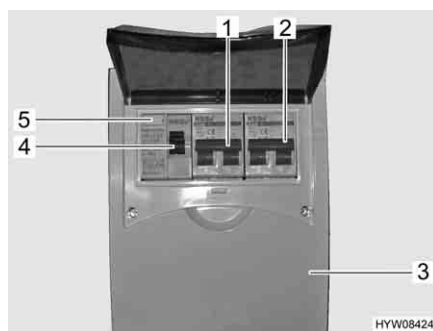

Fig. 128 Scatola dei fusibili a 230 V con interruttore di sicurezza e interruttore automatico FI
Un interruttore di sicurezza per correnti di guasto (interruttore automatico FI) (Fig. 128,5) nella scatola dei fusibili (Fig. 128,3) protegge l'intero veicolo da correnti di guasto (0,03 A).
L'interruttore di sicurezza collegato in serie (10 A) (Fig. 128,1) protegge le prese da 230 V, la centralina elettrica, il caricabatteria supplementare e il frigorifero.
Per veicoli con accessori opzionali, p. es. il riscaldamento ad aria calda con riscaldatore elettrico a immersione o l'impianto di climatizzazione a tetto, un ulteriore interruttore di sicurezza (16 A) (Fig. 128,2) protegge l'apparecchio.
- Se il veicolo è collegato all'alimentazione a 230 V, premere il tasto di controllo (Fig. 128,4). L'interruttore di sicurezza per correnti di guasto (FI) deve scattare.